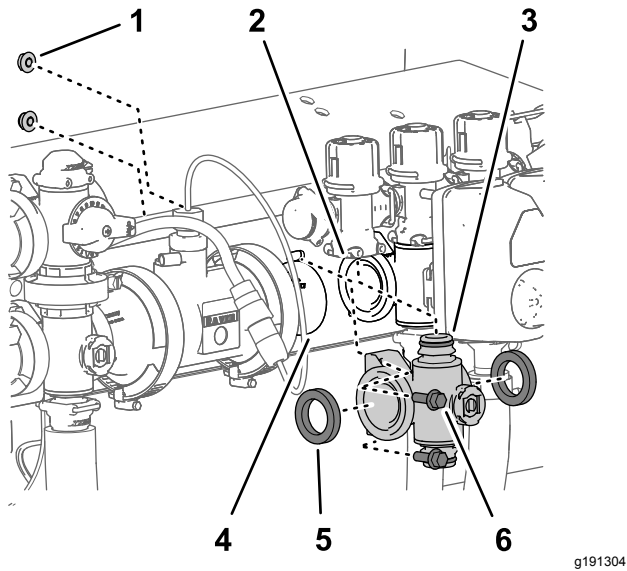

Figura 112
4. Rimuovete, dal collettore della valvola della sezione sinistra o destra, i 2 bulloni a testa flangiata ($\frac{1}{4}$ " x $\frac{3}{4}$ "") e i 2 dadi di bloccaggio flangiati ($\frac{1}{4}$ "") che fissano il collettore al supporto della valvola (Figura 112).
5. Abbassate il collettore della valvola della sezione e le guarnizioni per liberare la valvola di bypass della sezione, quindi allontanateli dalla macchina (Figura 112).